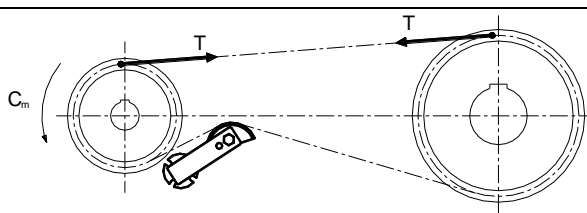
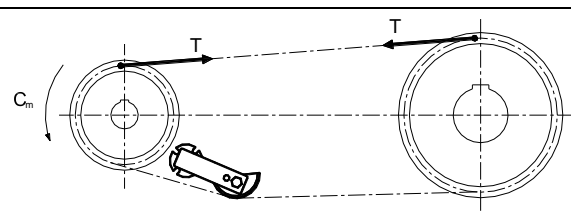
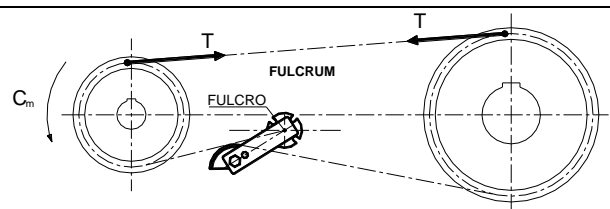

Fig 2 **MONTAGGIO CORRETTO (CONSIGLIATO!)**
Fig 3 **MONTAGGIO CORRETTO**
Fig 5 **MONTAGGIO ERRATO!**
① L'usura delle superfici in contatto tra loro di una catena (perni, bussole, e rulli) durante il suo funzionamento, crea un maggior gioco e il relativo allungamento della catena, che quando è eccessivo può provocare: minor angolo di avvolgimento, mancanza di costanza del rapporto di trasmissione, anomalo contatto fra i rulli della catena ed i denti del pignone, usura precoce, alta rumorosità, vibrazioni, salto del dente, uscita della catena dalla trasmissione e nei casi estremi rottura della catena. Inevitabile risulta, quindi, equipaggiare la trasmissione di un tendicatena automatico, che permetta di recuperare gli allungamenti e assorbire costantemente le vibrazioni. I tendicatena automatici a rotazione devono essere posizionati sul tratto lento della trasmissione il più vicino possibile al pignone motore. Essi possono essere montati sia esternamente alla trasmissione (fig 2) sia internamente (fig 3) privilegiando se possibile il primo caso. I tenditori automatici a rotazione presentano un punto di rotazione, detto fulcro, su cui il braccio del tenditore agisce andando a tendere la catena o la cinghia. E' estremamente importante che il tenditore venga posizionato in maniera tale che il suo fulcro non sia mai sulla direzione della retta d'applicazione della forza della catena (fig 5), così che non possa mai impuntarsi.
It is therefore inevitable to equip the transmission with an automatic chain tightener, which allows the recovery of stretching and constantly absorbs vibrations. Automatic rotation chain tighteners must be positioned on the loose part of the transmission, as close as possible to the motor pinion. They may be fitted either on the outside of the transmission (fig 2) or on the inside (fig 3), preferably the former, if possible. Automatic rotation tighteners present a point of rotation, known as the fulcrum, on which the arm of the tightener acts, thus tightening the chain or belt. It is extremely important to position the tightener in such a way that its fulcrum is never in the direction of the line of application of the chain force (fig 5), so that it can never get stuck.
Es ist deshalb notwendig, den Antrieb mit einem automatischen Kettenspanner auszustatten, der ein Ausgleichen der Kettenverlängerung ermöglicht und konstant die Vibrationen absorbiert. Die automatischen Rotationsspanner müssen auf einem langsamen Abschnitt vom Antrieb montiert werden, und zwar so nahe wie möglich am Antriebsritzel. Sie können sowohl außerhalb vom Antrieb (Abb. 2) als auch innerhalb vom Antrieb (Abb. 3) montiert werden, wobei der externen Montage der Vorzug gegeben werden sollte. Die automatischen Rotationsspanner weisen einen Drehpunkt auf, den sogenannten Schwenkpunkt, auf den der Arm vom Spanner einwirkt, um die Kette oder den Riemen zu spannen. Es ist deshalb sehr wichtig, dass der Spanner so positioniert wird, dass sein Schwenkpunkt auf keinen Fall auf einer Linie mit der Kraftanwendung der Kette liegt (Abb. 5), damit er sich nicht verklemmen kann.